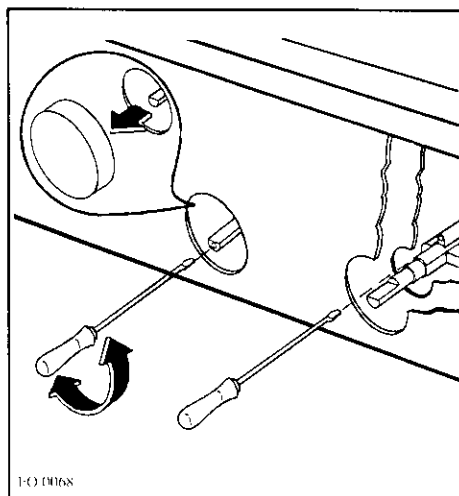

Fig. 15
Agissez sur la vis de réglage (Fig. 15 - dessin de gauche) jusqu'à l'obtention d'une petite flamme régulière.
Vissez à fond la vis (Fig. 15 - dessin de gauche) celle-ci étant déjà prévue pour assurer le débit minimum.
- Si la vis est accessible après le retrait de la manette, réglez de débit réduit en vous reportant au dessin de droite de la Fig. 15.